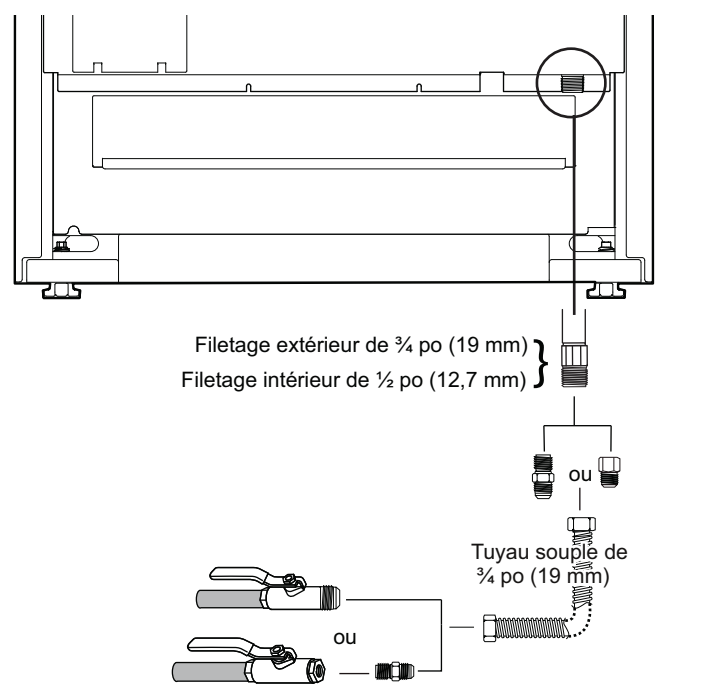

Figure 8 : Raccordement à l'approvisionnement de gaz
2. Utilisez un raccord à gaz souple de ¾ po entre l'alimentation en gaz et le tuyau d'arrivée de gaz de l'appareil. Le tuyau d'arrivée de gaz de toutes les cuisinières est situé en bas à droite. (Voir Figure 8). Le tuyau d'arrivée de gaz de l'appareil est de type NPT ½ po.